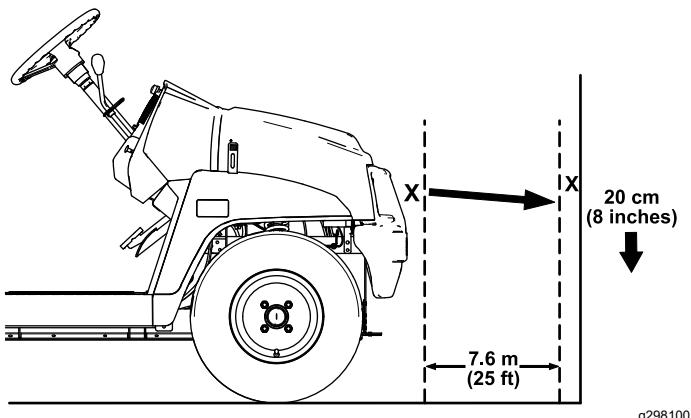

Figura 40
1. Aparque la máquina en una superficie nivelada con los faros a unos 7,6 m de una pared (Figura 40).
La parte más brillante del haz del faro debe estar a 20 cm por debajo de la señal hecha en la pared (Figura 40).